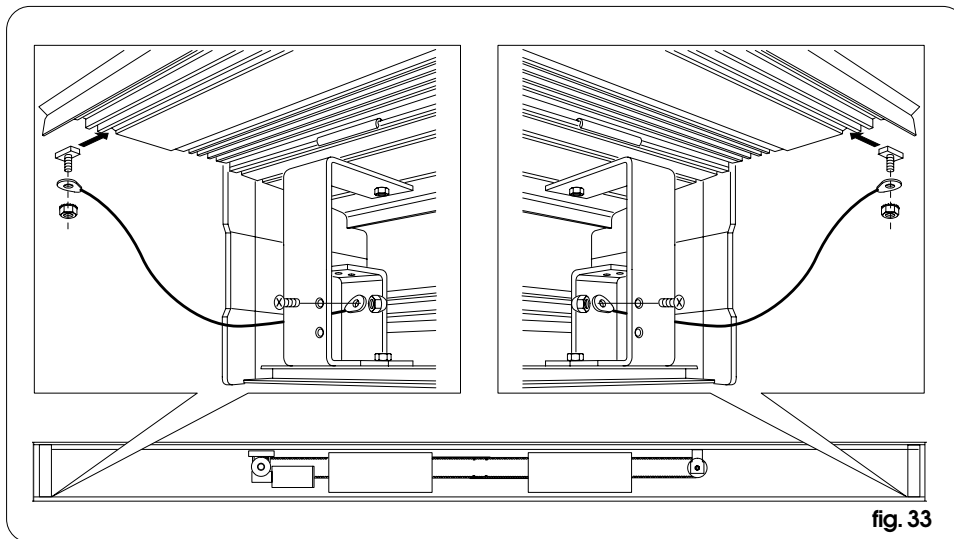

fig. 33
- Zet de ogen van de parachutetekabels vast aan de zijbeugels, zoals op fig. 33.
- Zet de ogen van de parachutetekabels binnen in de kap vast, zoals op fig. 33.